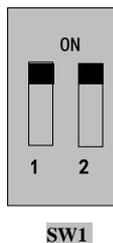

图 5-6
- (5) 对于 E600 系列 7.5W 及其以上功率变频器控制端子排附近有一个两位红色拨码开关 SW1，如图 5-6 所示。拨码开关的作用是选择模拟量输入端子 A12 的电压信号(0~5V/0~10V)或电流信